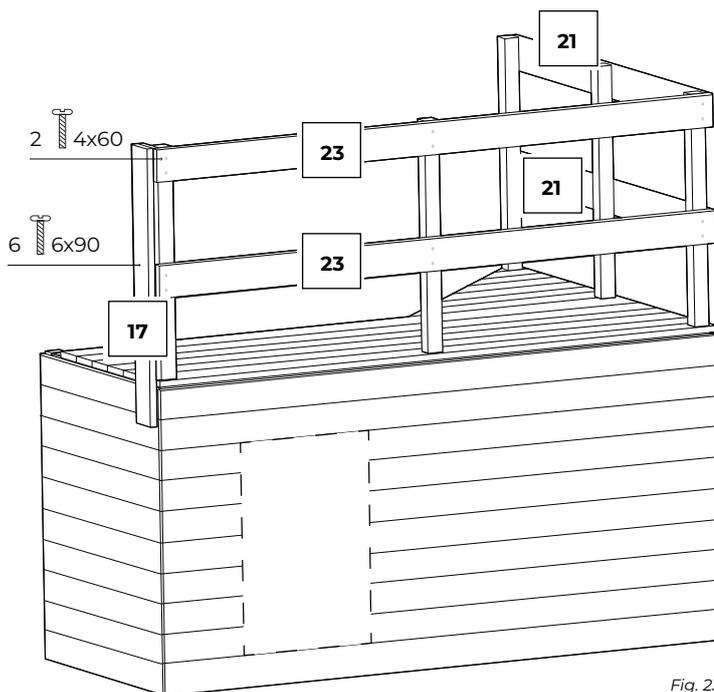

Fig. 23
- Assemblez l'échelle et placez-la conformément à la figure 23.